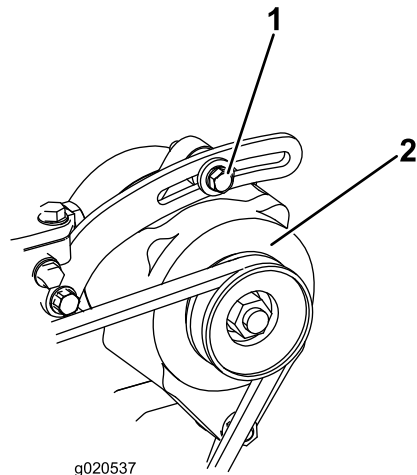

Figure 73
Vérifiez l'état et la tension de la courroie (**Figure 73**) toutes les 100 heures de fonctionnement.
2. Si vous n'obtenez pas une flèche de 10 mm ($\frac{3}{8}$ po), desserrez les boulons de fixation de l'alternateur (**Figure 73**). Augmentez ou diminuez la tension de la courroie d'alternateur et serrez les boulons. Contrôlez de nouveau la flèche de la courroie pour vérifier si la tension est correcte.